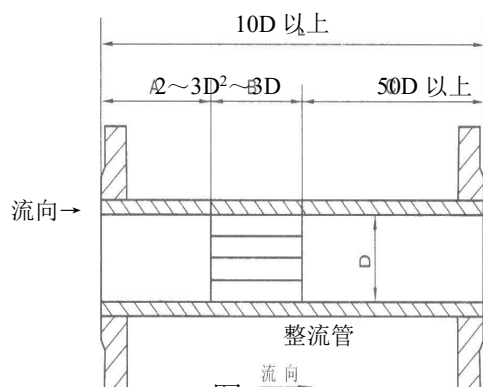

图 7-2
- 为了消除回流，流速分布不均匀和旋流的影响，可在上游装上整流器，（整流器的结构见图 7-2）此时流量传感器上游部分的直管长度  $L=10D$  即可，若为  $15\sim 20D$ ，则测量精度可达到标定精度。